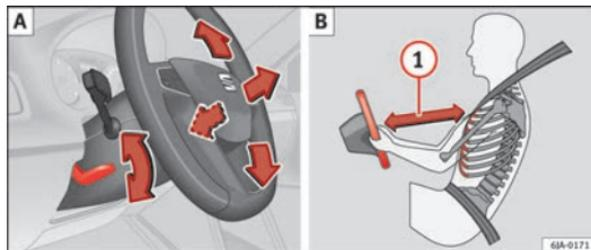

Fig. 100 Volante ajustável: alavanca debaixo da coluna de direcção/distância segura a partir do volante
- Mantenha uma distância mínima de 25 cm entre o volante e o tórax ^① ⇒ Fig. 100  ⇒ Página 144. Se esta distância mínima não for respeitada, o sistema de airbag não pode realizar a sua função de protecção – ao activar-se, pode representar perigo de morte!
- Puxe a alavanca situada debaixo do volante ⇒ Fig. 100 A.